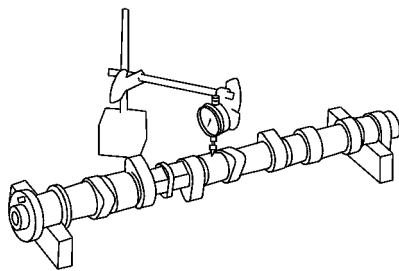

图 1-48 测量中间轴颈径向圆跳动误差
1) 将凸轮轴安放在 V 形架上，测量其中间轴颈的径向圆跳动误差，如图 1-48 所示。